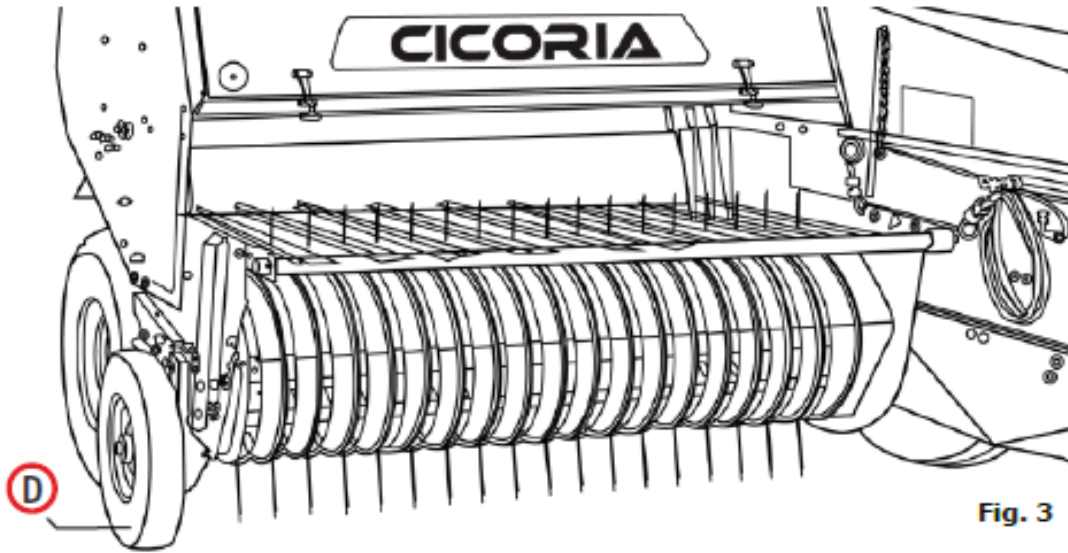

Fig. 3
En casos de campos desiguales, los dientes del recolector pueden tocar accidentalmente el suelo. La máquina puede equiparse con una rueda (D) (Fig. 3) para evitar esta situación.